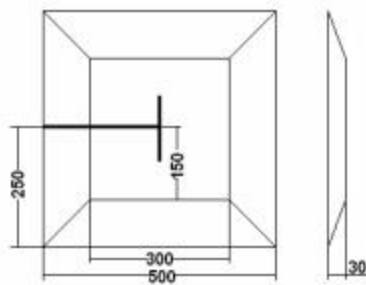

图2 锥台尺寸（mm）
3.2.4 场上有一块长500mm、宽500mm刷白色亚光漆的锥台，是机器人的待命区，如图2所示。机器人要从待命区启动，完成任务后还要回到待命区。锥台上虽画有黑色引导线，但机器人可以从任何一边上下。